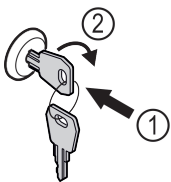

Fig. 67
- ▶ Вдавити ключ Fig. 67 (1).
- ▶ Повернути ключ на 90° за годинниковою стрілкою Fig. 67 (2).